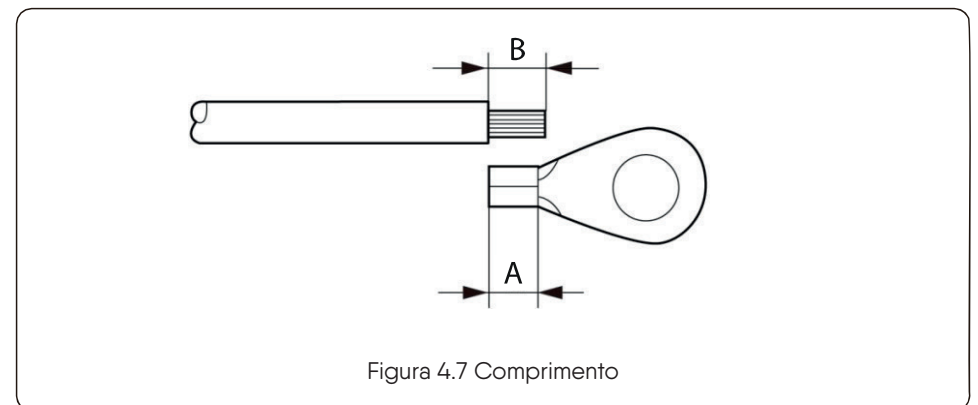

Figura 4.7 Comprimento
- Remova o isolamento do cabo de terra em um comprimento adequado (veja a Figura 4.7).